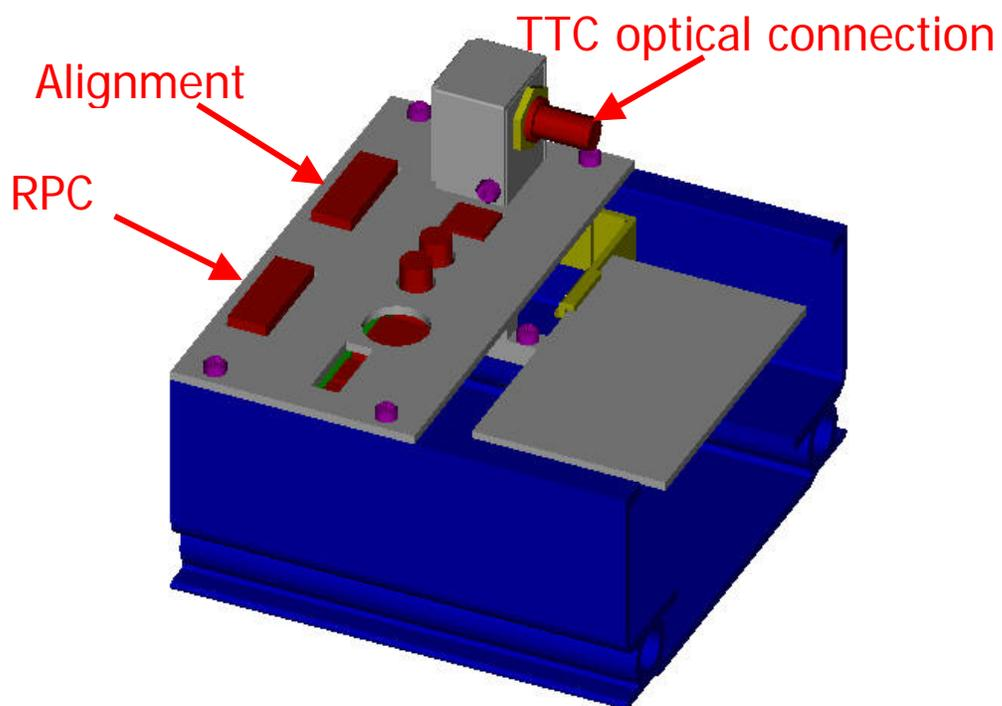
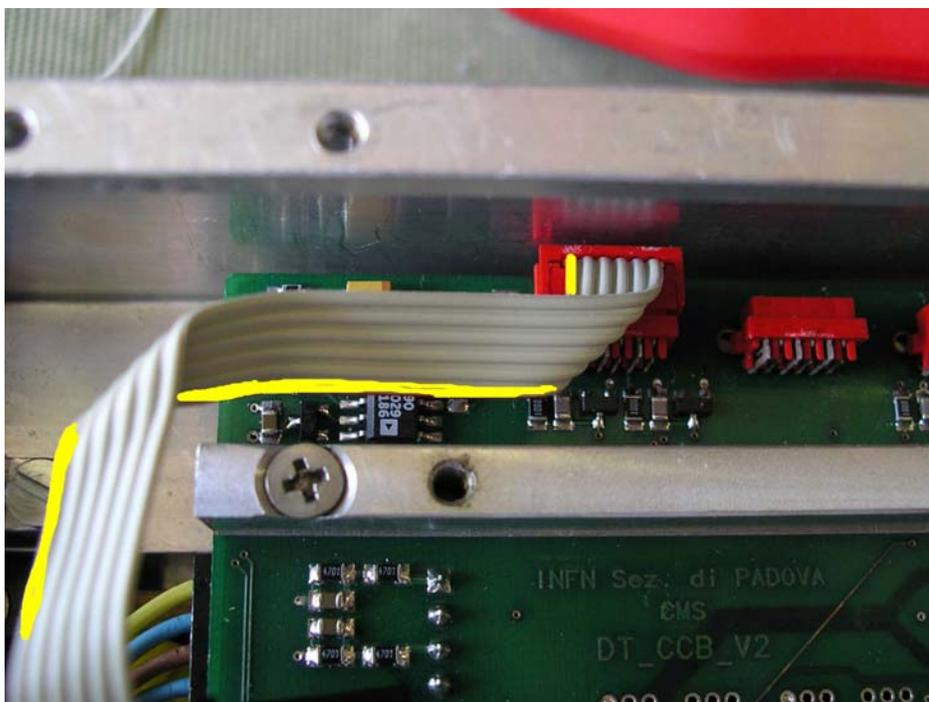
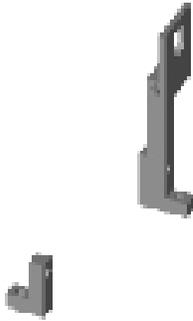

Figura 7: posizione connettori RPC e Allineamento
Figura 8: routing cavo RPC in uscita dalla CCB.
Figura 18: Staffette della Link Board
- Inserire cavi allineamento e RPC (1° e 3° piccolini da sx in alto) (allineamento ce ne va uno solo). Cavi allineamento e RPC scorrono nel Mini-Crate in direzione Link Board (vedi Figura 7), quello allineamento deve uscire da sopra la CCB sopra quello RPC (Figura 8).
- Fissare le due staffette (Figura 18), quella piu' grande va inserita attorno al connettore per il cavo ottico TTC (vedi anche Figura 7), quella piu' piccola va nell'altro lato della board.